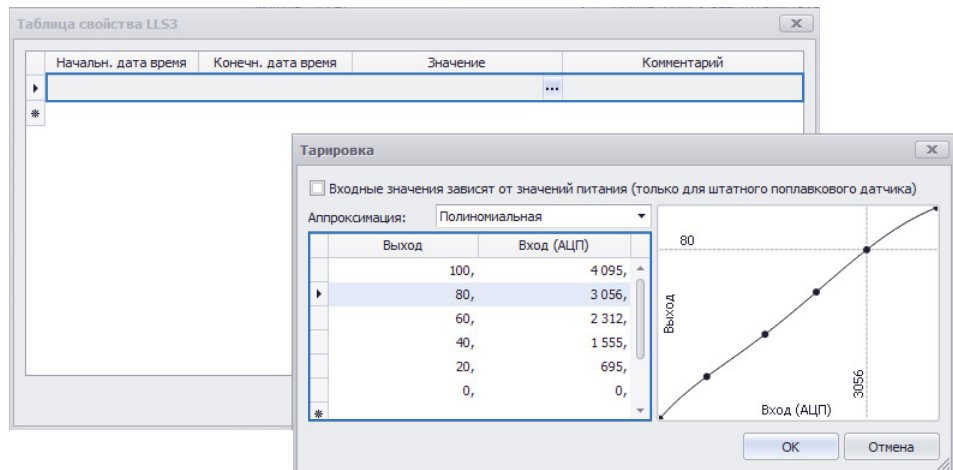

Рис.72. Тарифовочная таблица датчика.
- Тарифовочную таблицу необходимо ввести в меню «Тарировка» (Рис.72):